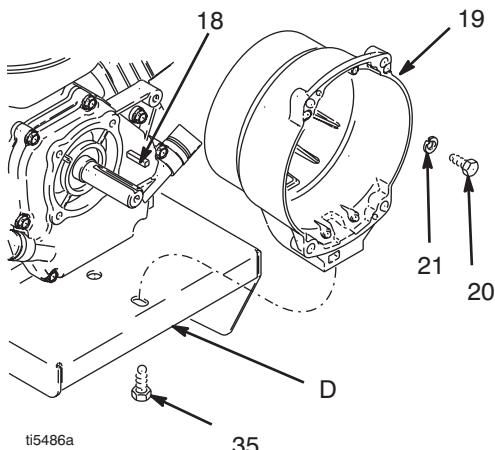

Рис. 11
- Рис. 11. Отверните четыре винта (20) и шайбу Гровера (21), крепящие картер сцепления (19) к мотору.
- Удалите болт (35) из-под опорной плиты (D).
- Выньте картер сцепления (19).
- Рис. 11. Установите картер сцепления (19).
- Привинтите четыре винта с колпачком (20) и шайбу Гровера (21) и закрепите картер сцепления (19) к мотору. Затяните до 200 дюйм-фунт (22,6 н./кв.м).
- Установите болт (35) из-под опорной плиты (D). Затяните до 26 дюйм-фунт (35,2 н./кв.м).